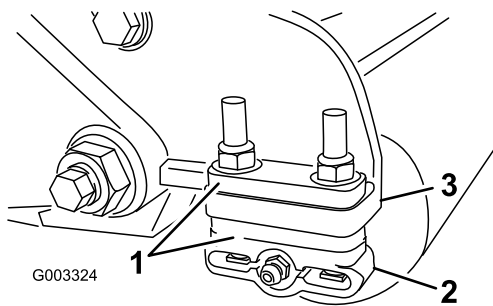

図 14
1. 希望の刈高範囲に必要な数のスペーサを刈高チャートで確認し、スペーサをサイドプレートの取り付けフランジ図 14 の下に入れて、後ローラのブラケットの位置を正しくセットする図 14。